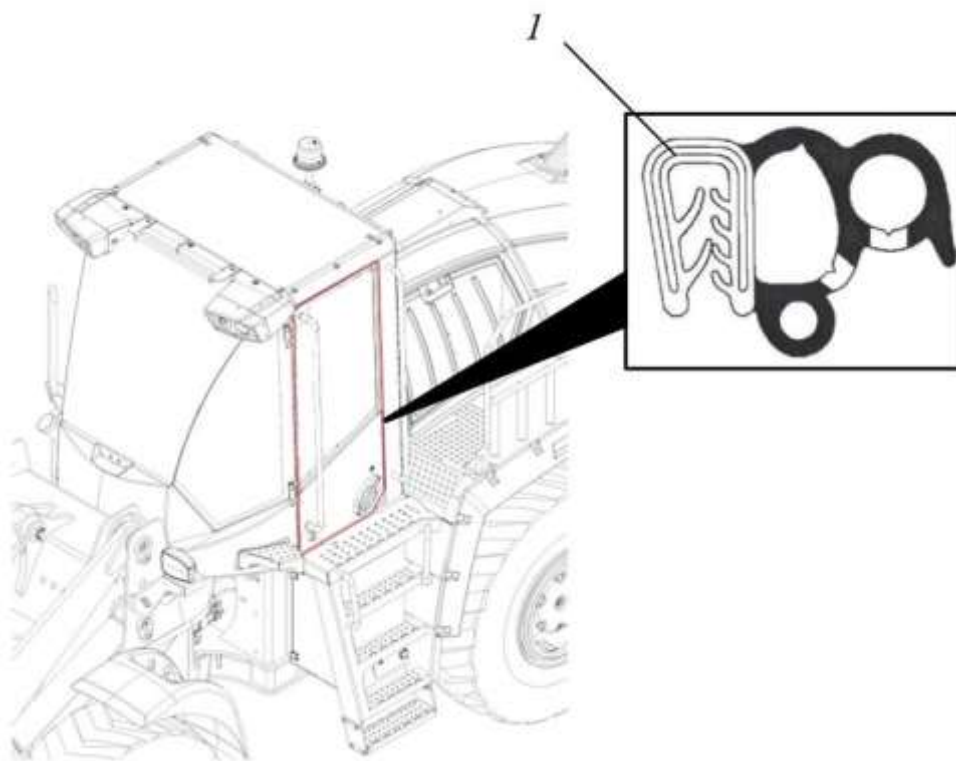

Рисунок 5.74. Кабина оператора – проверка уплотнений
- ▶ Проверить состояние уплотнений, рис. 5.74.